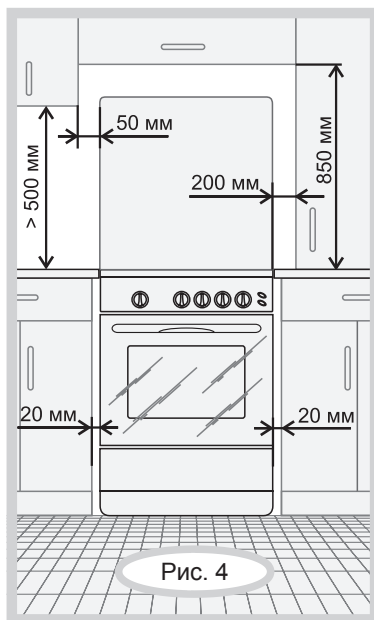

Рис. 4
- Расстояния, которые необходимо выдержать при установке плиты, показаны на рис. 4. Задняя стенка плиты должна отстоять от поверхности стены не менее чем на 50 мм. Торцы мебели на уровне варочной поверхности стола рекомендуется защитить металлическими накладками.